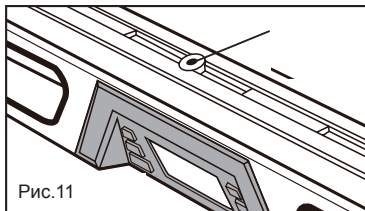

Рис.11
Использование цифрового уровня на штативе (Рис. 11, 12 и 13)
- 2) Установите уровень на штатив при помощи отверстия под штатив 1/4", расположенного в центре рабочей поверхности уровня (смотрите рис.11).